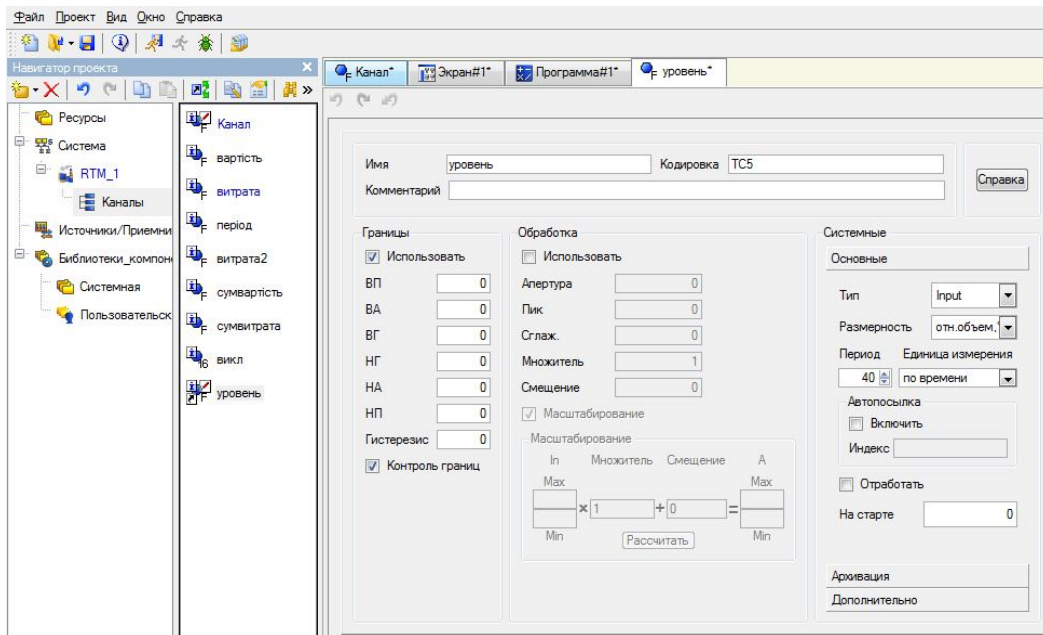

Рис. 5.1 Завдання кордонів каналу
2. *Налаштування контролю кордонів.* Виділіть каналу *рівень* в групі канали RTM вузла і викличте контекстне меню. Виберіть рядок *редагувати* в меню. На панелі *границі* поставте прапор *використовувати*, встановіть межі діапазонів, як показано на рис. 5.1. Встановіть прапор контроль кордонів.